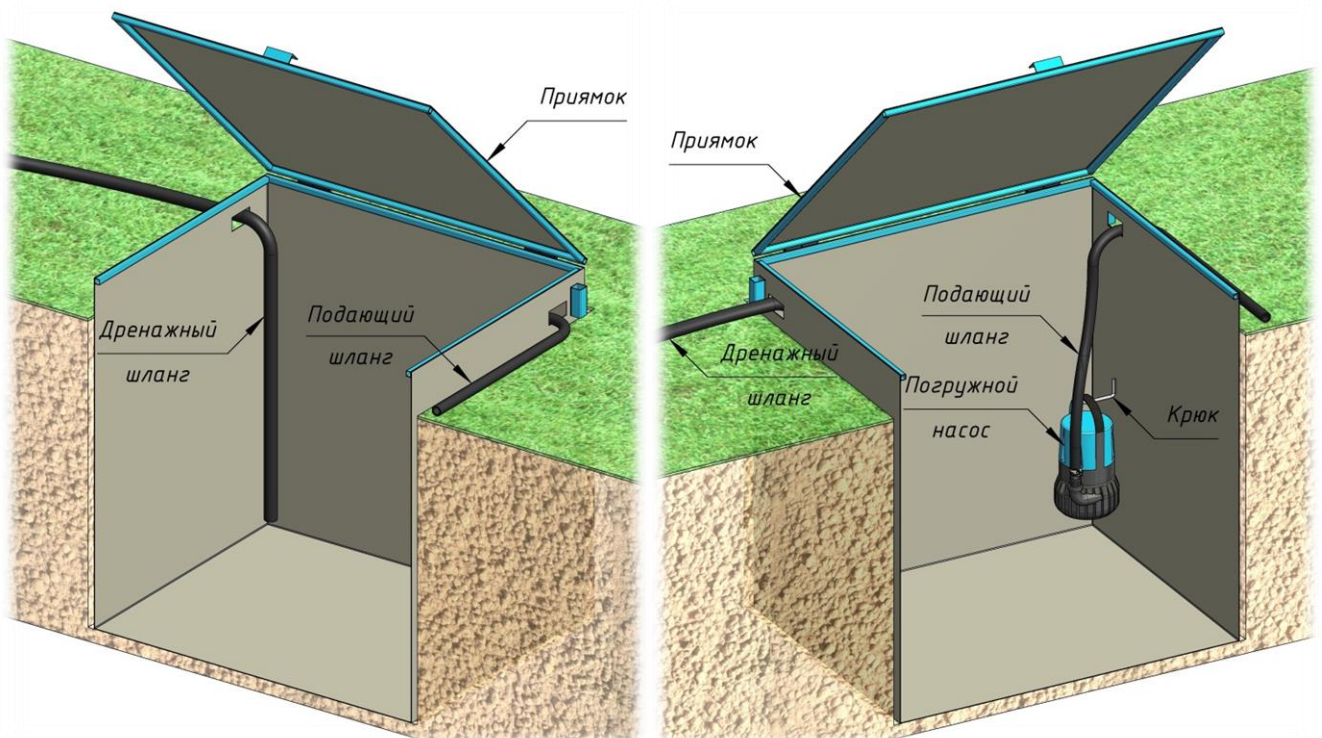

Рисунок 4
- с одной стороны в приямок опускается дренажный шланг, идущий от эстакады, а с другой стороны подвешивается погружной насос на крюк, расположенный на стенке приямка. Погружной насос соединяется с пунктом мойки колес с помощью подающего шланга (смотри рис. 4);